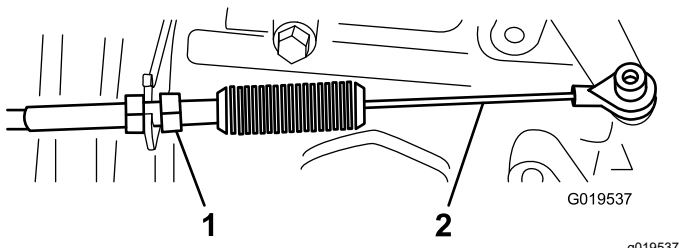
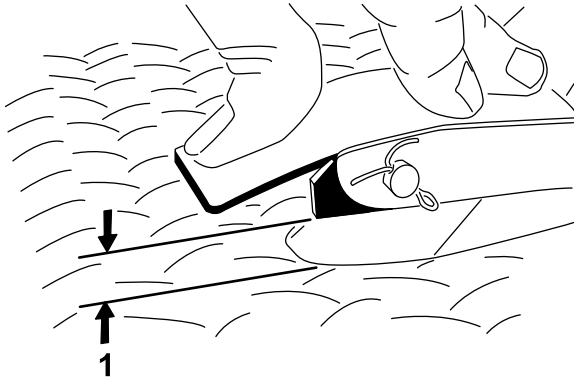

図 67
図 68
2. アクセルペダルの中央部を 11.3 kg の力で踏んだときに、ペダルと床のすきまが 2.54-6.35 mm となるようにアクセルケーブル **図 67** のボールジョイントを調整する **図 68**。
3. ロックナットを締めつける **図 67**。